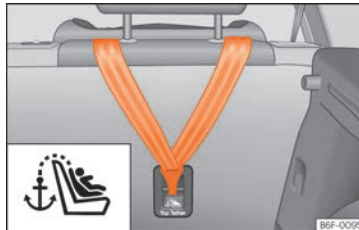

Abb. 42 Rückseite der Rücksitzbank: Halteösen für den Top Tether Haltegurt.
- Befestigungsgurt durchziehen und ordnungsgemäß an der Verankerung an der Rückseite der Rückenlehne befestigen »» **Abb. 42**.